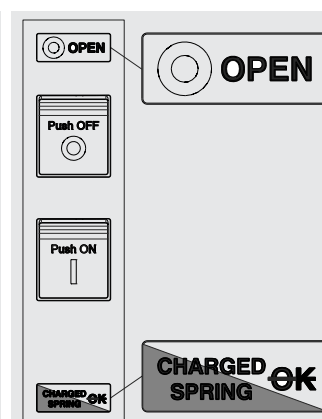

Рис. 33
5. Автоматический выключатель разомкнут, пружины механизма включения взведены и не готовы к замыканию (см. Рис. 33). Это состояние возможно в следующих случаях: